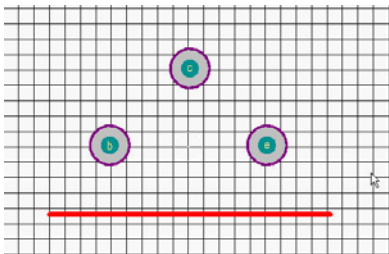

图 11-41 绘制一段直线
Step5 绘制一段直线。单击工作区窗口下方标签栏中的“Top Overlay（顶层覆盖）”选项，将活动层设置为顶层丝印层。单击菜单栏中的“放置”→“走线”命令，光标变为十字形状，单击确定直线的起点，移动光标拉出一条直线，用光标将直线拉到合适位置，单击确定直线终点。右击或者按 Esc 键退出该操作，结果如图 11-41 所示。